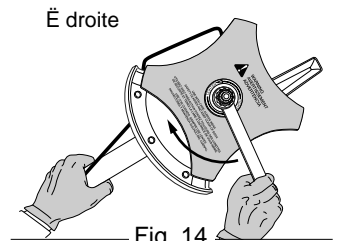

Fig. 14
2. Maintenez la tige de blocage en place en la saisissant prs du bras de l'opŽrateur (Fig. 14).
3. Tenez la tige de blocage et desserrez l'Žcrou de la lame en le tournant ^ droite avec une ciŽ ferme ou ^ douille de 13 mm (Fig. 14).